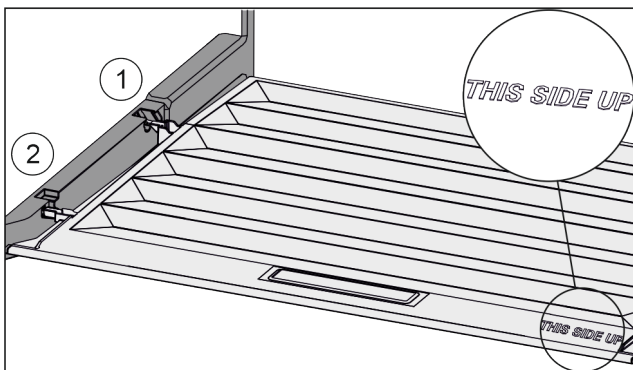

Fig. 153
- ▶ Výstupky veka zaved'te cez otvor zadného držiaka Fig. 153 (1) a zaistite vpredu v držiaku Fig. 153 (2).